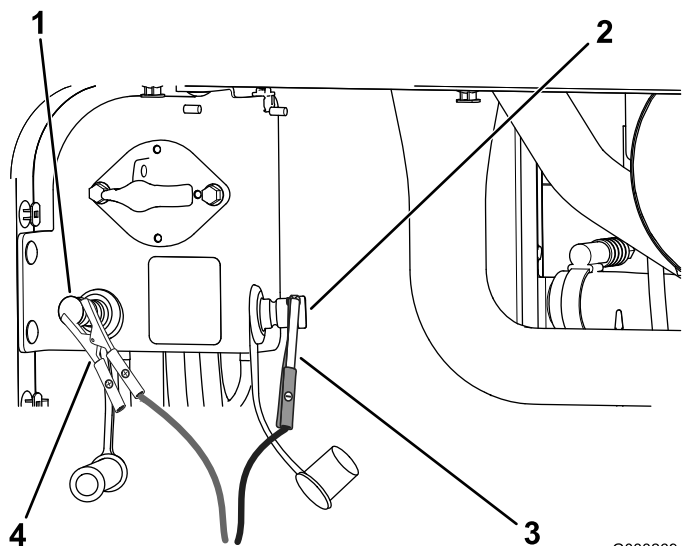

Figure 109
4. Branchez le câble de démarrage positif (+) à la borne positive de la batterie déchargée (Figure 109).
5. Branchez le câble de démarrage négatif (-) à la borne négative de la batterie déchargée (Figure 109).
7. Lorsque le moteur démarre, demandez à l'autre personne de débrancher le câble de démarrage négatif (-) de la borne négative de la batterie déchargée, puis le câble de démarrage positif (+) (Figure 109).